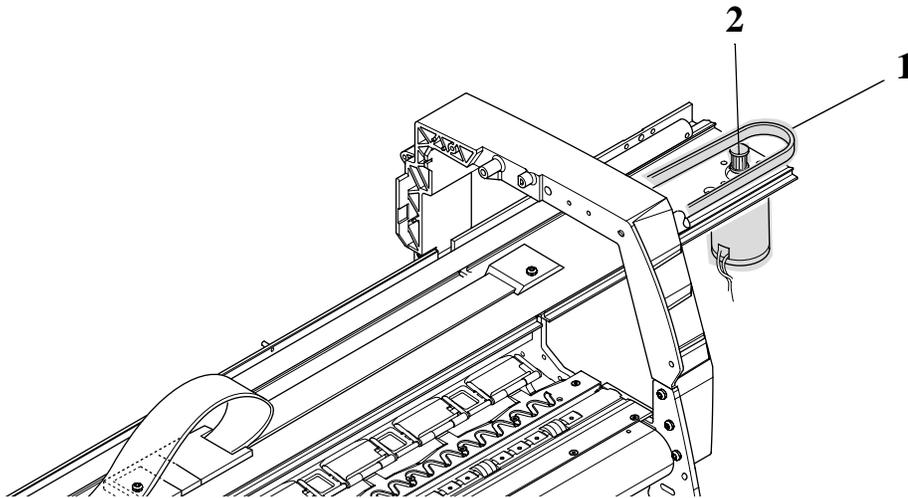

Figura 45: “Carriage Assembly” y “Belt”
10. Quite el “belt” (item 1) del “belt motor pulley” (item 2) a la derecha de la Impresora (consulte la Figura 45).